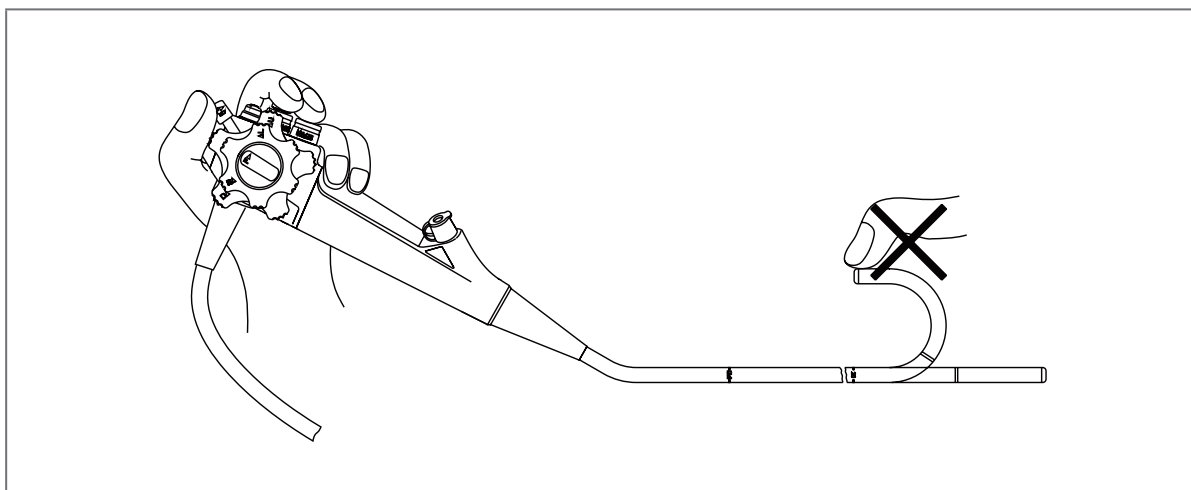

Рис. 3.6
4. Медленно приведите в действие ручку управления изгибом, чтобы убедиться, что изгибаемая часть, ручка управления изгибом и фиксатор изгиба работают гибко, эффективно, надёжно и не заедают. Убедитесь, что угол изгиба соответствует требованиям. (см. рисунок 3.6)